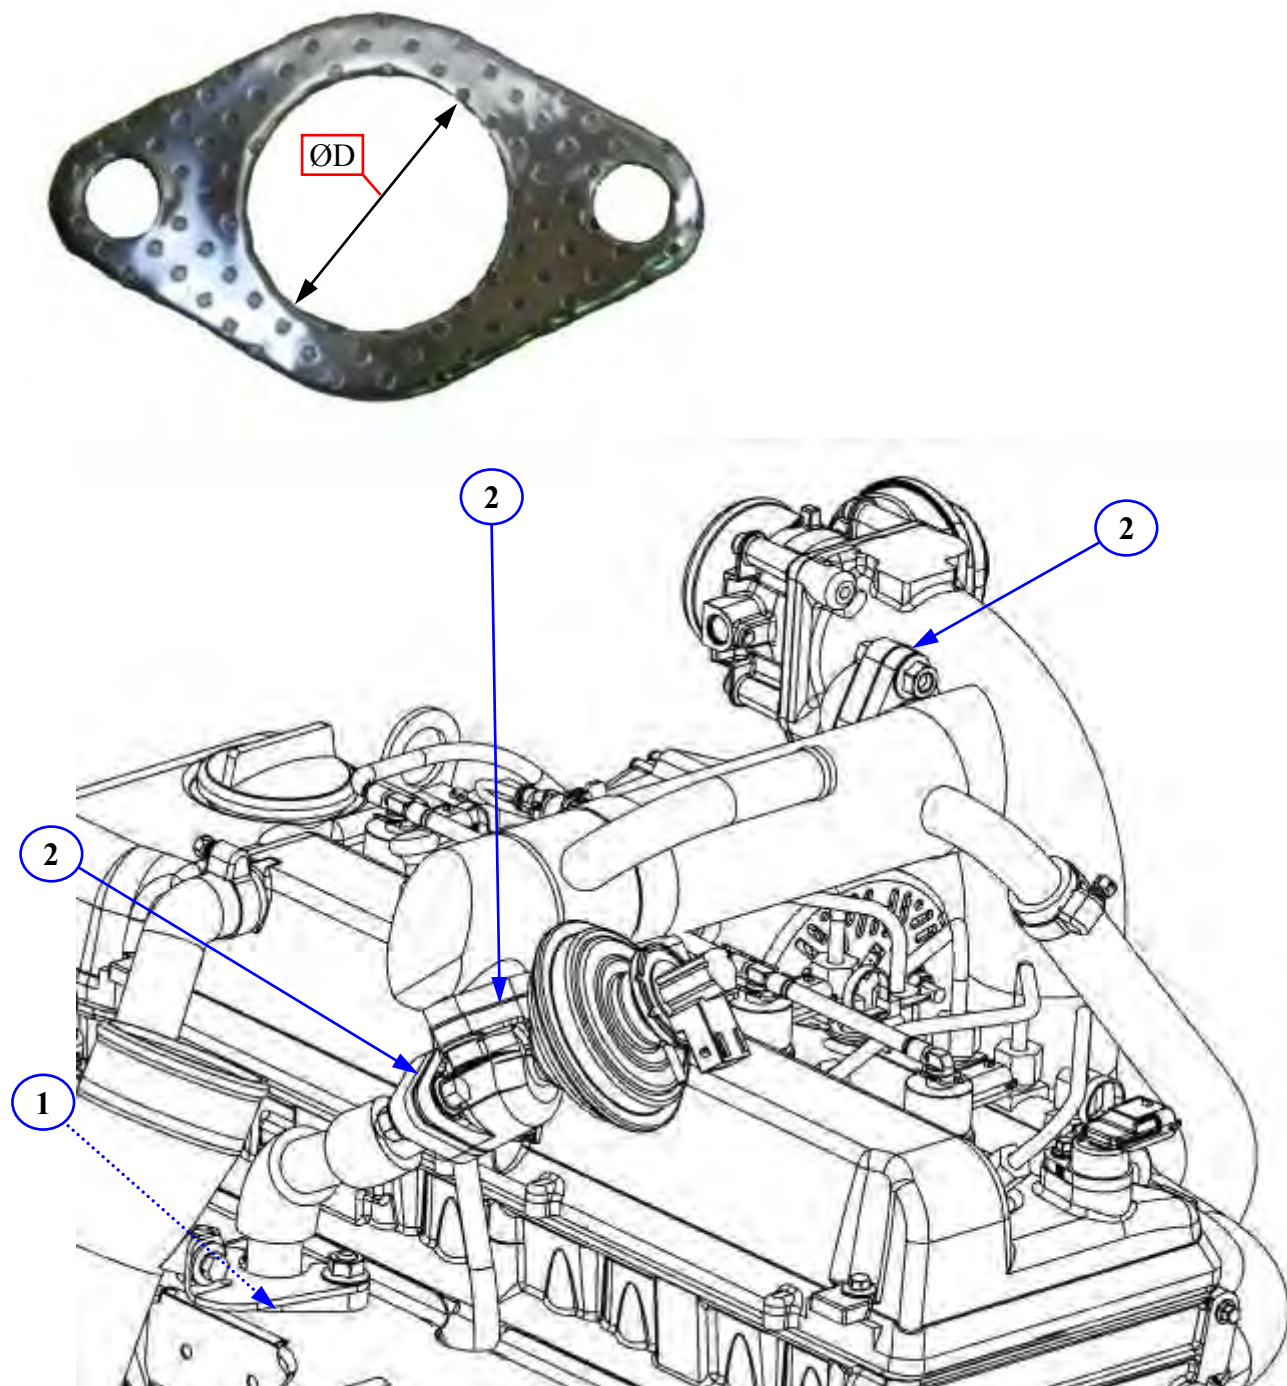

Рис.69. Внешний вид и расположение прокладок клапана рециркуляции.
**Прокладка клапана рециркуляции отработавших газов (рис.69)** предназначена для уплотнения газовых стыков между деталями системы рециркуляции. Изготавливается ЗАО НПО «УНИХИМТЕК» из материала Графлекс ЛАРМ толщиной 1мм. На двигателе установлены 4 прокладки. Для уплотнения газовых стыков «ОРГ - патрубок впускной трубы», «ОРГ - КРОГ», «КРОГ - проставка» применяется прокладка 51432.1213050 в количестве 3 шт. Для уплотнения газового стыка «выпускной коллектор - теплоизоляционный экран» применяется прокладка 514.1213050-02 в количестве 1 шт.
Вакуумный насос (рис.69) однолопастного типа, установлен на передней крышке головки цилиндров.